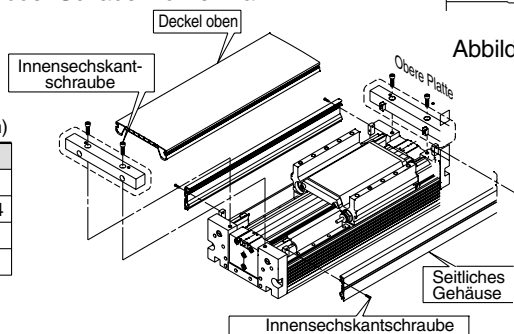

Abbildung 2. Montage und Demontage des Deckels
- Falls die unter 1 beschriebene Einstellung nicht ausreicht, kann der Stoßdämpfer justiert werden. Entfernen Sie, wie in Abbildung 2 ersichtlich, die Abdeckungen und stellen Sie weiter ein, indem Sie die Sechskantmutter lösen.